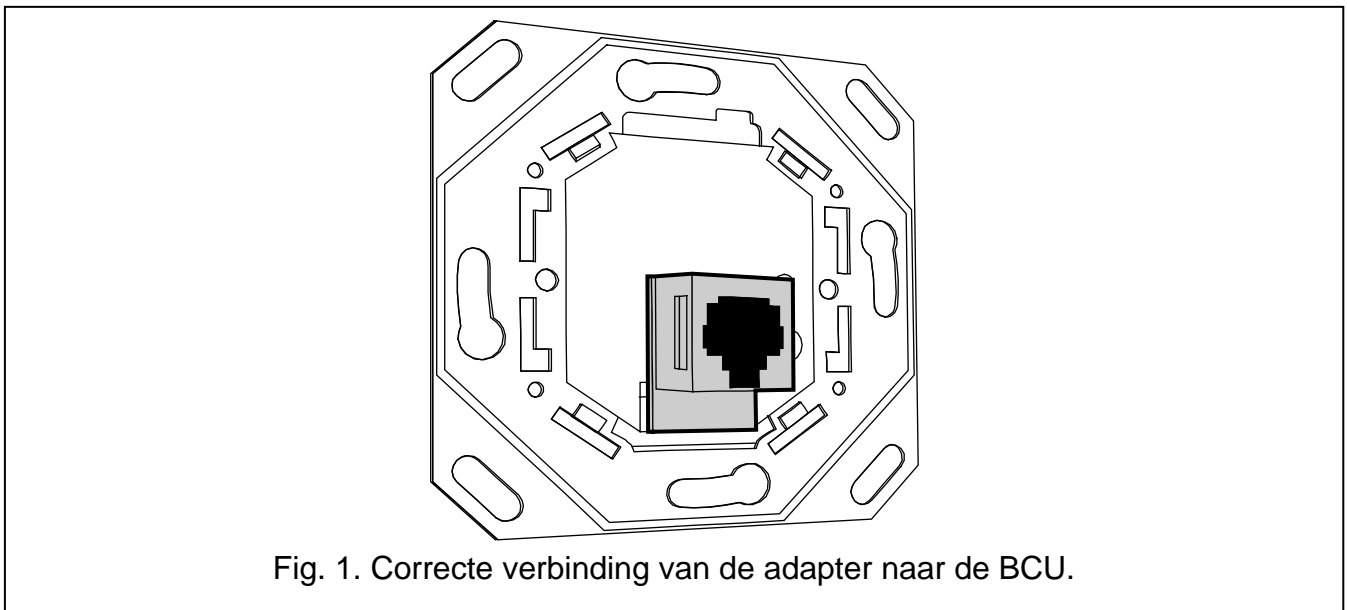

Fig. 1. Correcte verbinding van de adapter naar de BCU.
7. Verbind de meegeleverde adapter met de INT-KNX module op de BCU (zie: Fig. 1).